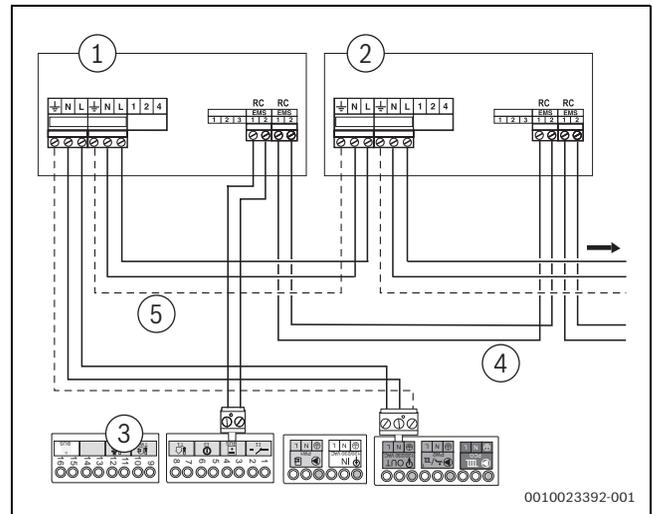

Bild 50 Anschluss mehrerer Funktionsmodule
- ▶ EMS-Busanschluss des ersten Moduls für das zweite Modul verwenden. Hierzu das mit dem Modul mitgelieferte Kabel verwenden (→ Bild 50, [4]).